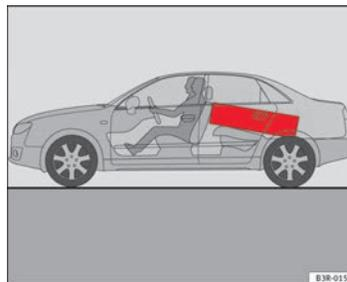

Fig. 115 Los objetos pesados deberían transportarse lo más adelante posible.
- Los objetos pesados deberían transportarse lo más adelante posible ⇒ fig. 115.